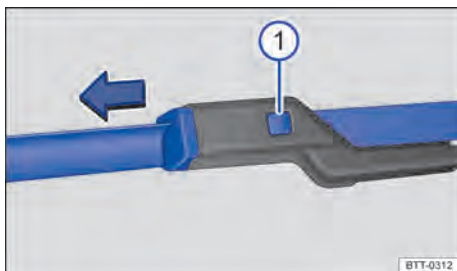

Fig. 180 Substituir as palhetas dos limpadores do para-brisa.
- Manter o botão de destravamento → Fig. 180 ① pressionado e, ao mesmo tempo, retirar a palheta do limpador do para-brisa no sentido da seta.